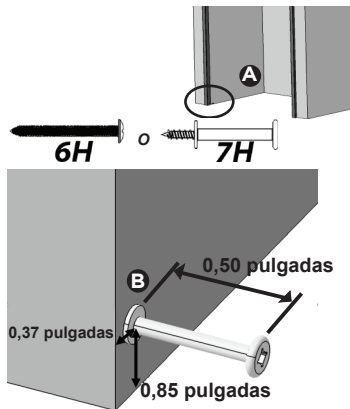
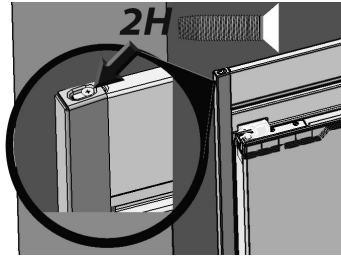

Fig. 9
Fig. 14
5. Con ocho tornillos 3H y un taladro eléctrico, ajuste los 2 soportes de fijación de la moldura lateral a los bordes de la abertura delantera izquierda y derecha del gabinete con los soportes que tocan el piso (Fig. 9). Asegúrese de que las ranuras rectangulares se extiendan sobre el borde del gabinete.
10. a. Coloque las molduras laterales en su lugar dejándolas caer sobre el tornillo de colocación como se muestra en la Fig. 9 y ajustando sobre la moldura superior (Fig. 14).
- b. Ajuste un tornillo 2H a cada lado de la moldura superior (Fig. 14).